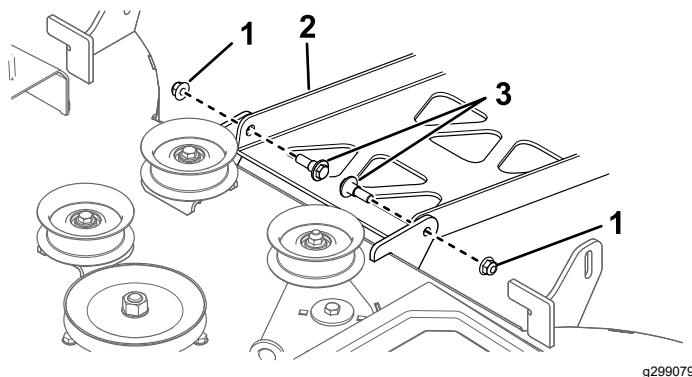

Figure 60
4. À l'arrière du tablier de coupe, retirez les 2 boulons à épaulement et écrous qui fixent le tablier au plateau pivotant (Figure 60).
9. Fixez l'arrière du tablier au plateau pivotant à l'aide des boulons à épaulement et des écrous retirés précédemment (Figure 60).